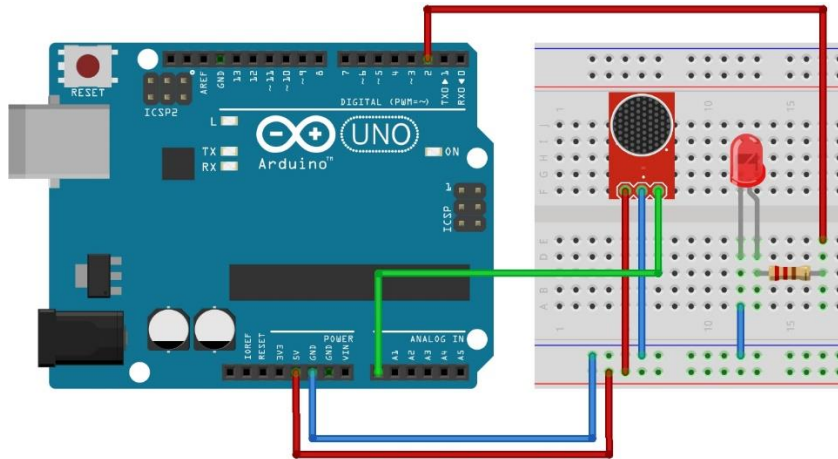

Рисунок 4.1 – Схема подключения электронных компонентов
1. На рис. 4.1 представлена схема реализованного устройства.